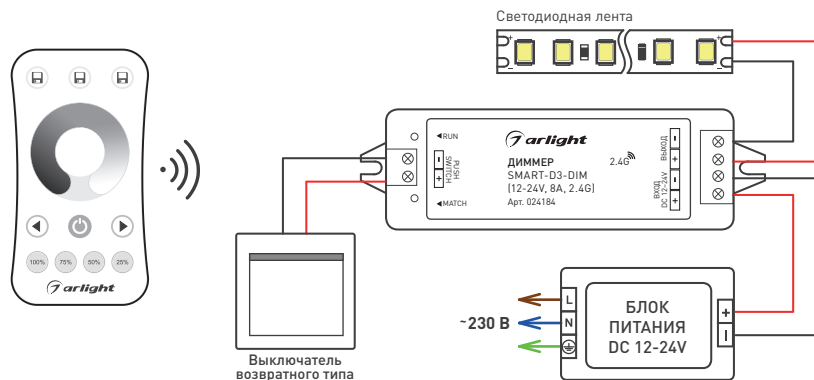

Рисунок 1. Схема подключения панели SMART-DIM-SET-RING
3.2. Подключите диммер согласно схеме (рис. 1).